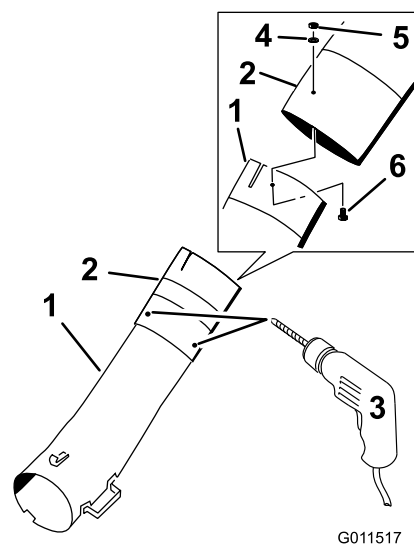

Figura 21
3. Usando los tres taladros o muescas del tubo intermedio como guía, realice tres taladros (7/32 pulgada de diámetro) en el punto de unión de los tubos inferior e intermedio (Figura 21).
4. Instale provisionalmente los tubos inferior e intermedio con 3 pernos (N° 10 x 3/4 pulgadas), 3 arandelas planas (7/32 pulgada), y 3 contratuercas (N° 10) (Figura 21).